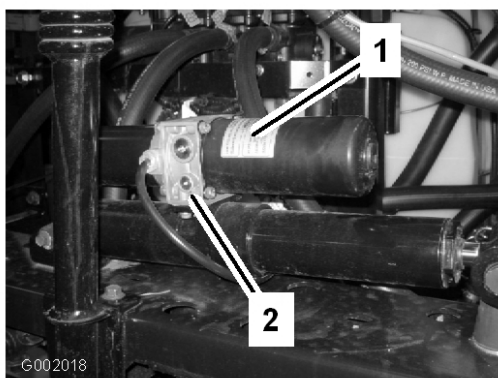

Figura 69
1. Coloque a válvula de descarga manual no accionador para cada rampa. A válvula de descarga manual é a válvula de descarga mais pequena e encontra-se num dos lados do corpo do accionador (Figura 69).